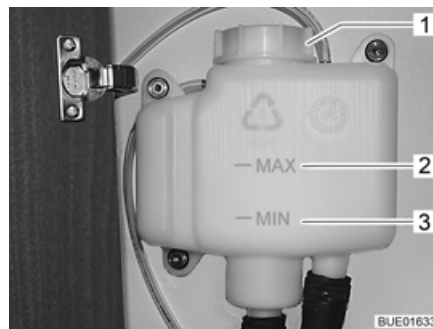

Bild 184 Ausgleichsbehälter ohne Blende
- Prüfen, ob am Ausgleichsbehälter (Bild 184) die Flüssigkeit zwischen der Markierung "MIN" (Bild 184,3) und "MAX" (Bild 184,2) steht.
- Am Ausgleichsbehälter den Drehverschluss (Bild 184,1) aufdrehen.